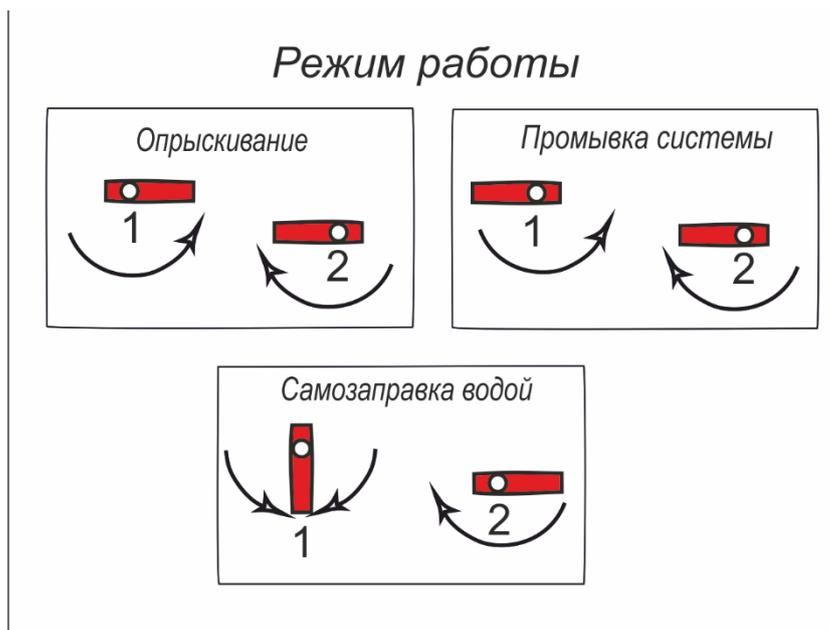

Рис. 9. Положения рукояток трехходовых кранов при различных режимах работы. см. обозначения на гидравлической схеме (рис. 8).
5.4.1. Опрыскиватель может работать в следующих режимах (рис. 9):
б). Установить рукоятки трехходовых кранов 2 и 3 (рис. 9) в положение «Опрыскивание».
а). Установить рукоятки трехходовых кранов 2 и 3 (рис. 9) в положение «Опрыскивание».